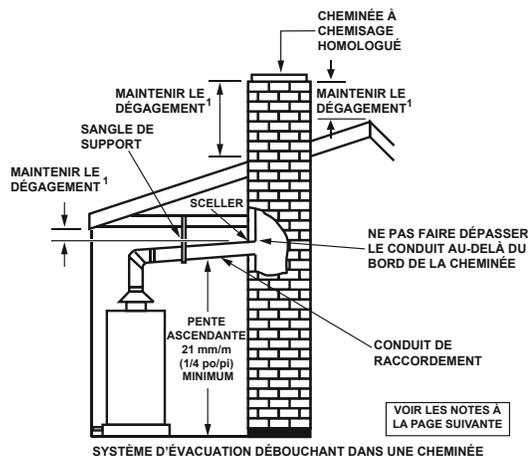

FIGURE 10
Lors de la pose d'un conduit de raccordement (Figures 10 à 12) :
- Le conduit de raccordement ne doit pas pénétrer au-delà du bord intérieur de la cheminée car cela peut restreindre l'espace entre le conduit et la paroi opposée de la cheminée (Figure 10).
Les Figures 10 à 12 montrent des exemples de systèmes de tuyauterie d'évacuation et peuvent ou non correspondre à l'installation particulière considérée. Consulter l'édition courante du **Code d'installation du gaz naturel et du propane (CSA B149.1)**.